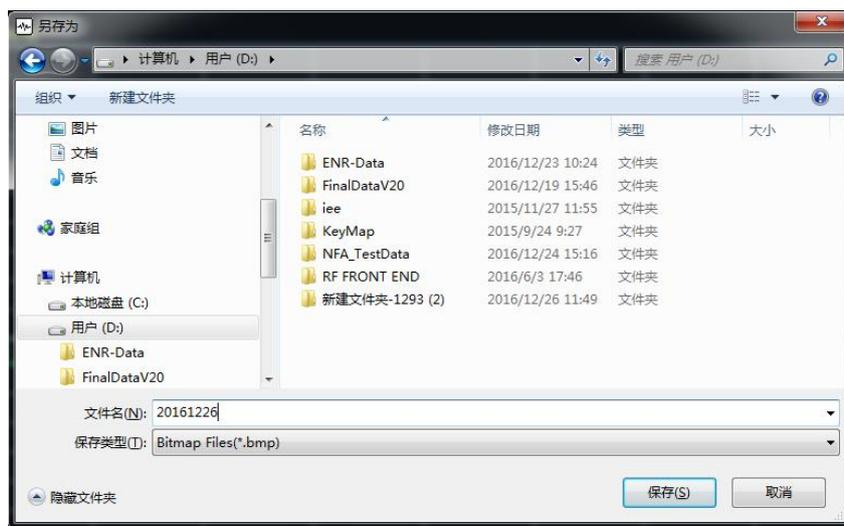

图3.20 保存屏幕图像
**步骤1.** 按【保存...】键，仪器显示如下“另存为”文件操作对话框，如图3.20所示。